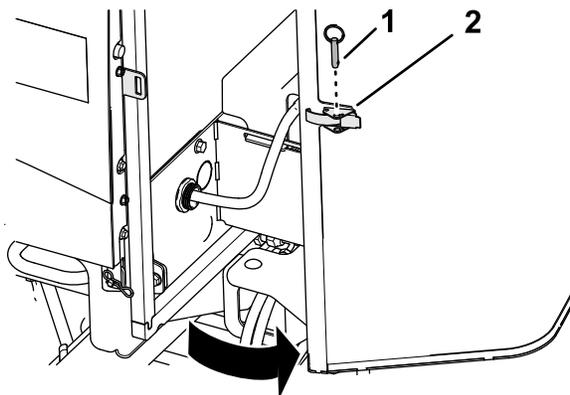

Bild 102
1. Entfernen Sie den Kugelstift von der Gitterverriegelung (Bild 102).